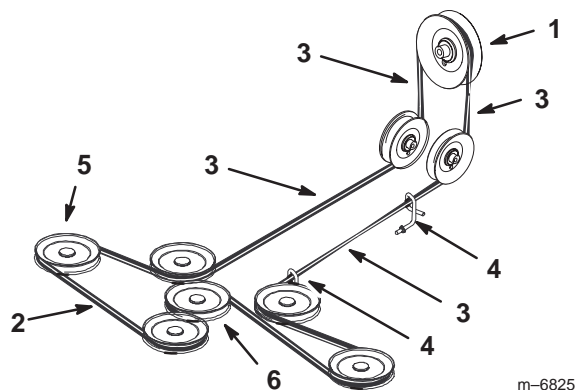

Figure 72
5. Installez la courroie neuve autour des poulies d'axe et de la poulie de tension du plateau de coupe, dans les guides de courroie, dans l'ensemble bras de tension arrière et l'embrayage (Fig. 72).
**Important** Vérifiez le vrillement de la courroie entre les poulies. Il doit être conforme aux spécifications de la Figure 72.